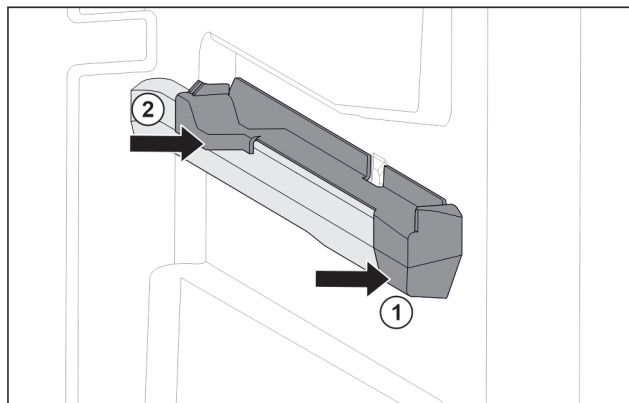

Fig. 79 Násuvný diel na pravom rebre nádoby
- ▶ Nasadte násuvný diel vpredu na rebro nádoby. Fig. 79 (1)
- ▶ Pritlačte násuvný diel vzadu. Fig. 79 (2)